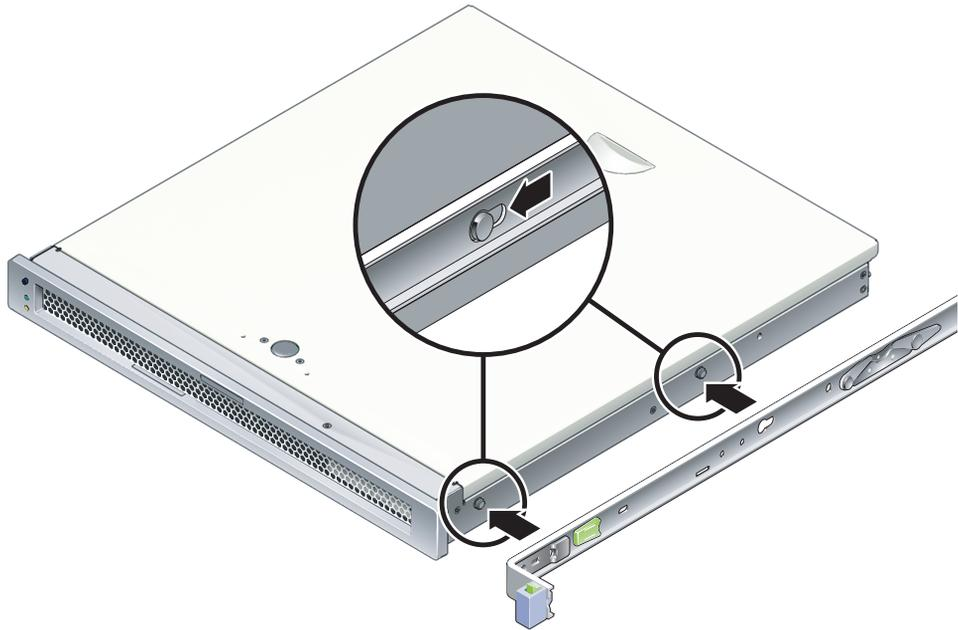

ABBILDUNG 2-3 Anbringen eines Montagebügels am Gehäuse
- a. Setzen Sie den Montagebügel so am Servergehäuse an (ABBILDUNG 2-3), dass sich die Schienensperre vorne befindet und die zwei Schlitzlöcher im Montagebügel mit den zwei Ausrichtungsstiften an der Gehäuseseite übereinstimmen.
- c. Beide Ausrichtungsstifte müssen fest in den Schlitzlöchern sitzen und der vordere Ausrichtungsstift muss die Bügelsperre ausgelöst haben (ABBILDUNG 2-3).